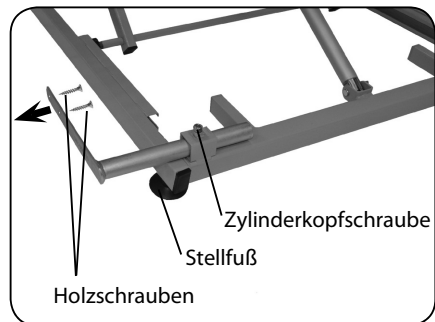

Abb. 6.3.01 - Bettrahmenbefestigung
2. Gleichen Sie gegebenenfalls Unebenheiten im Boden über die vier verstellbaren Stellfüße aus (Abbildung 6.3.01).
4. Befestigen Sie die Bettrahmenbefestigungen, möglichst senkrecht, mit jeweils zwei Holzschrauben am Bettrahmen (Abbildung 6.3.01). Prüfen Sie vorher, die Eignung der Holzschrauben (3,5 x 20) für Ihren Bettrahmen.
5. Fixieren Sie die Bettrahmenbefestigung, indem Sie die Zylinderkopfschrauben mit dem Innensechskantschlüssel fest ziehen. (Abbildung 6.3.01).